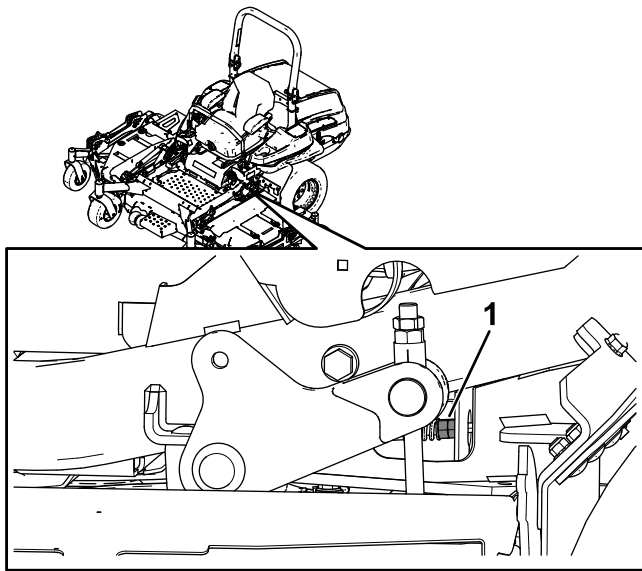

Figura 67
10. Ajuste la longitud de las varillas de control de las bombas girando las tuercas dobles de la varilla en el sentido apropiado, hasta que las ruedas se muevan ligeramente en marcha atrás (Figura 67).